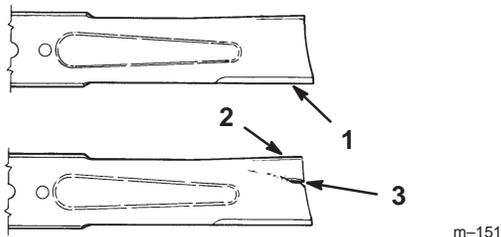

Figure 24
1. Inspectez les tranchants des lames (Fig. 24). Si elles ne sont pas tranchantes ou si elles présentent des indentations, déposez et aiguiser les lames (voir Aiguisage des lames, page 27).
2. Inspectez les lames, surtout la partie incurvée (Fig. 24). Remplacez immédiatement toute lame endommagée, usée ou qui présente une entaille (repère 3 de la Fig. 24).